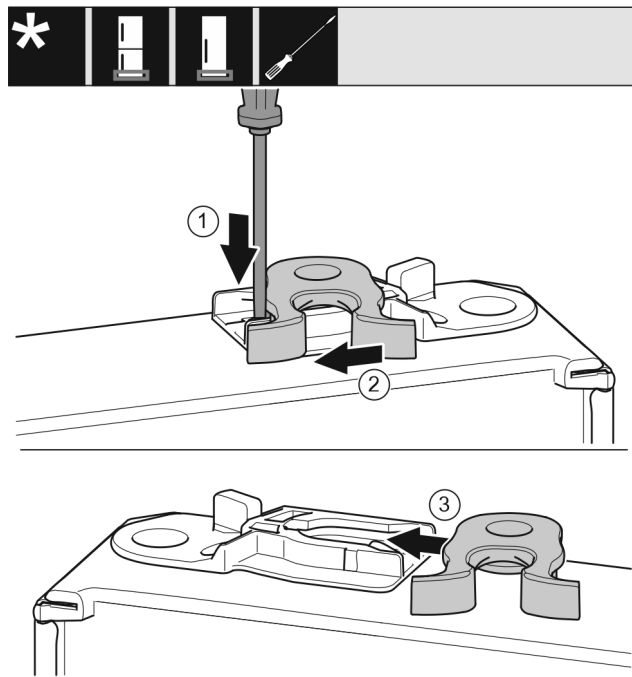

Fig. 19
- ▶ Plochým skrutkovačom zatlačte strmeň nadol. Fig. 19 (1)
- ▶ Zatvárací hák vytiahnite z vedenia. Fig. 19 (2)
- ▶ Zatvárací hák zasuňte na druhej strane do vedenia. Fig. 19 (3)